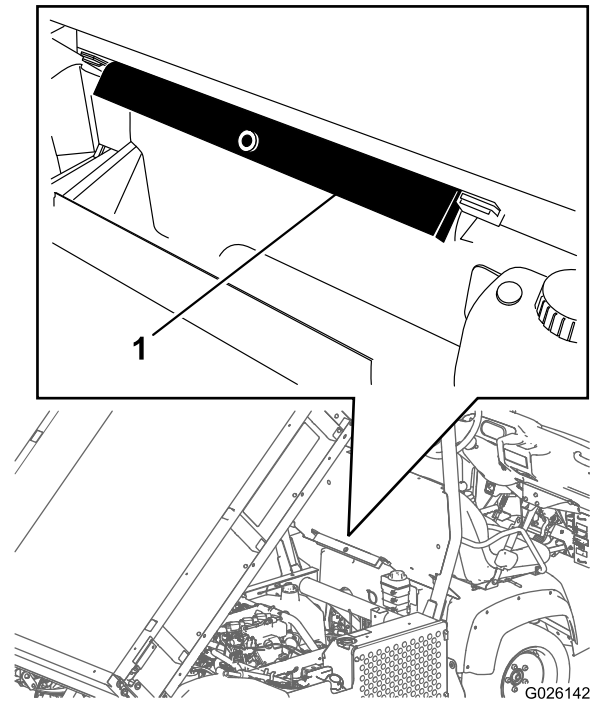

Figura 13
2. Retire el soporte de la plataforma de los soportes de almacenamiento situados en la parte trasera del panel del ROPS (Figura 13).